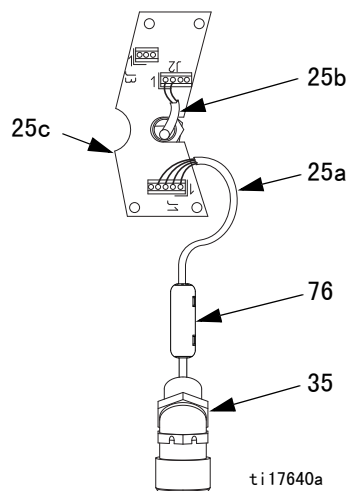

图 27. 电路板导线连接
- a. 请参见图 27。断开电路板（25c）上 J1 的转换器电缆（25a）连接。卸下并保留铁氧体（76）。